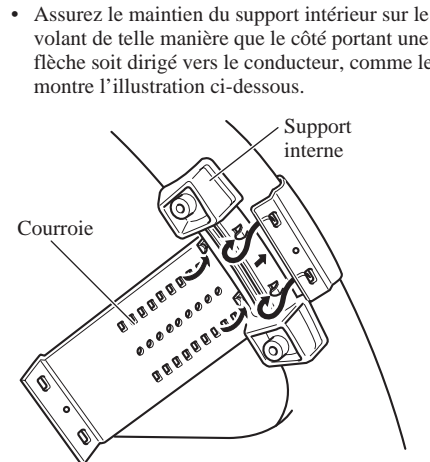

Fig. 13
1. Fixer le support interne à la circonférence intérieure du volant de direction avec la courroie. (Fig. 13)